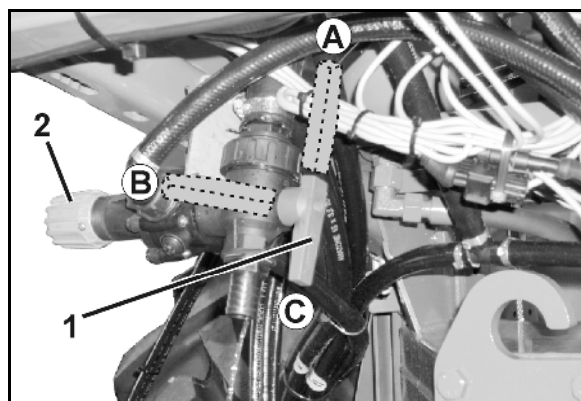

Fig. 106
- da torneira de comando DUS (Fig. 106/1).
- a válvula limitadora de pressão DUS (Fig. 106/2). A válvula limitadora de pressão DUS está ajustada de modo fixo de fábrica e reduz a pressão no sistema de circulação de pressão para 1 bar.
- Se a torneira de comando DUS se encontrar na posição (Fig. 106/1), o sistema de circulação de pressão está ligado.
- Se a torneira de comando DUS se encontrar na posição (Fig. 106/3), o sistema de circulação de pressão está desligado.
- Se a torneira de comando DUS se encontrar na posição (Fig. 106/1), é possível drenar o líquido para fora dos pulverizadores.